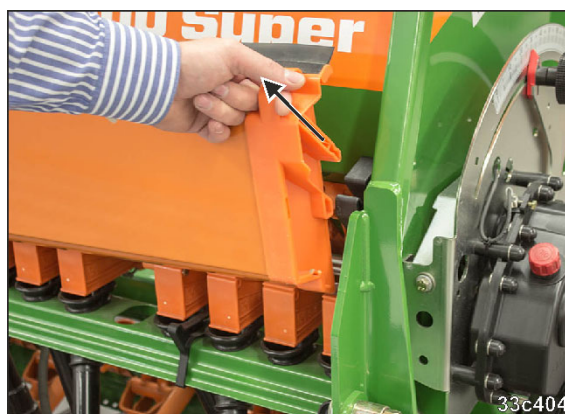

Fig. 135
1. Retirar as cavidades de calibração (Fig. 135) para fora dos suportes. Voltar a fixar as cavidades de calibração nos suportes depois do trabalho de regulação.